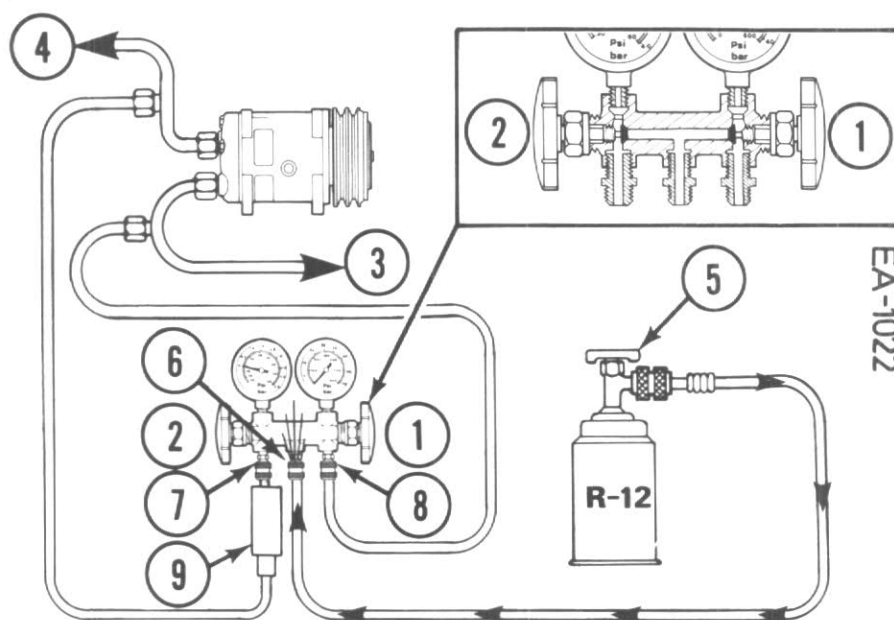

FIGURE 76
IMPORTANT: Lorsque le compresseur fonctionne, le récipient de réfrigérant peut être inversé pour accélérer la mise en charge pourvu que le chargeur-rapide (9) Fig. 76, soit utilisé. Lorsque vous ajoutez de la solution de teinture au système, le récipient doit être inversé. Quand un chargeur rapide n'est pas disponible, réglez le robinet d'alimentation de façon à éviter que la pression d'aspiration ne monte au-dessus de 276 KPa (40 PSI). Si la pression dépassait cette limite, le liquide entrant dans le compresseur pourrait causer des avaries.
- 2 - Montez la rampe comme en figure 76 et desserrez pendant quelques secondes, les